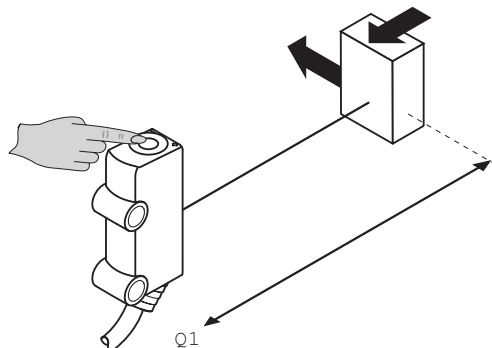

Рисунок 61: Настройка расстояния срабатывания
- 1 Поместить объект на желаемом расстоянии в траекторию луча устройства (соблюдать мин. и макс. расстояние срабатывания, см. рисунок 61, страница 170).